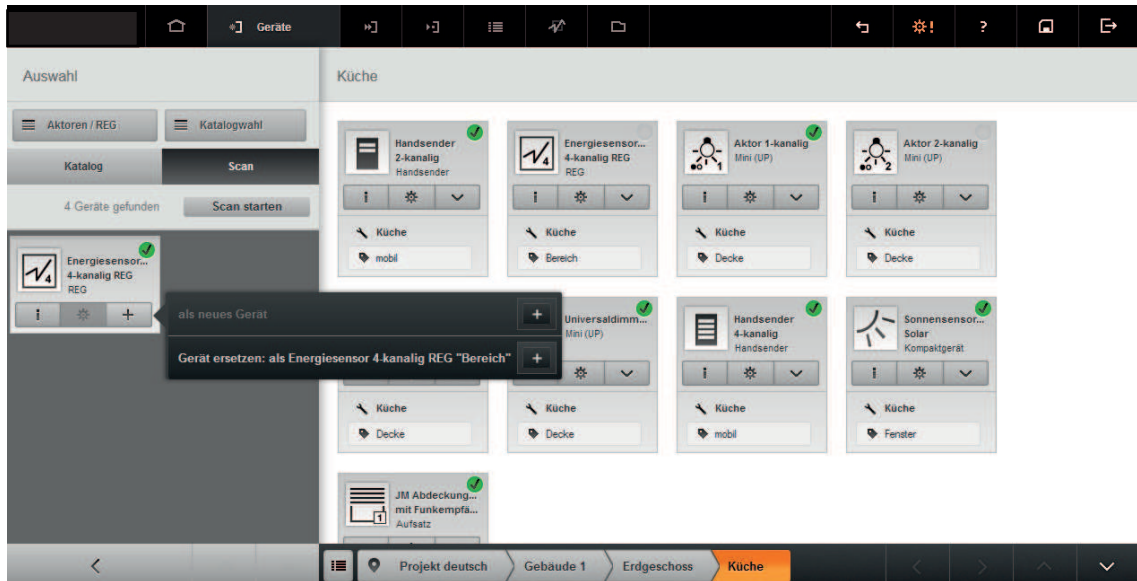

Bild 42: Gerät aus einem Anlagen-Scan einem Installationsort hinzufügen
- Schaltfläche **+** in der Gerätekachel wählen oder per Drag & Drop das Gerät in den Installationsort ziehen (Bild 42).
- ❏ Wenn mehrere Möglichkeiten bestehen das Gerät hinzuzufügen, öffnet sich die Funktionsauswahl. Funktion **als neues Gerät** wählen (Bild 42).
Funktionsauswahl wird geöffnet (Bild 42). Das Kataloggerät wird hinter der Funktion **Gerät ersetzen: als** mit seinem Installationsort aufgeführt.
- Schaltfläche  in der Gerätekachel wählen (Bild 42).